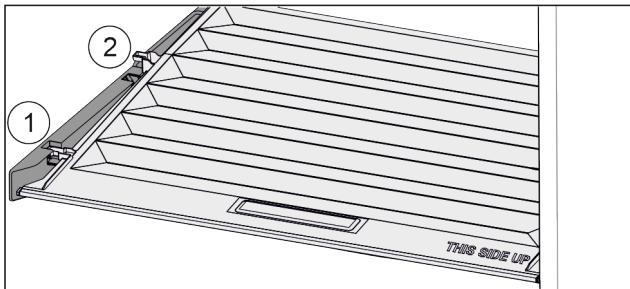

Fig. 73
► Издърпайте напред Fig. 73 (1) капака до отвора в задържащите части.
► Повдигнете го отзад отдолу и отстранете Fig. 73 (2) нагоре.